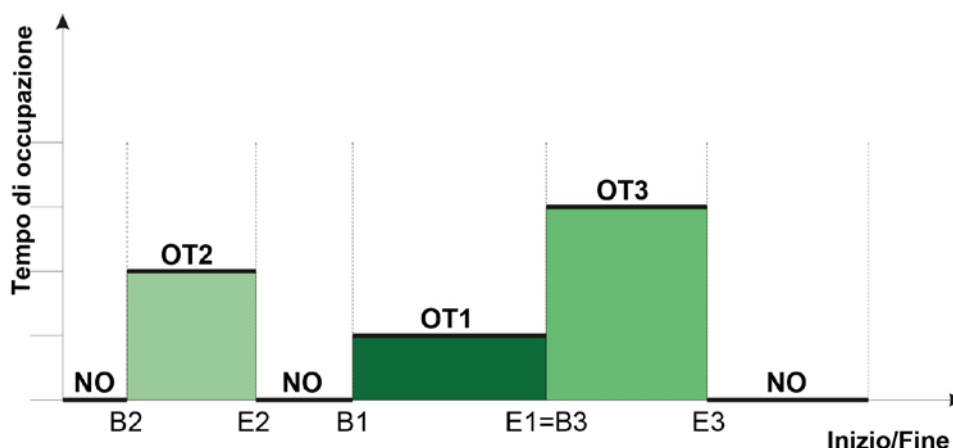

Fig. 1: stato del tempo operativo nel programma settimanale
La figura riportata sopra (Fig. 1) mostra un possibile stato di tempo operativo (TO). Come si può notare, la fine di un tempo operativo è seguito da un tempo non operativo (NO) o dall'inizio di un nuovo tempo operativo (vedere E1=B3). I tempi operativi non possono essere sovrapposti tra loro.